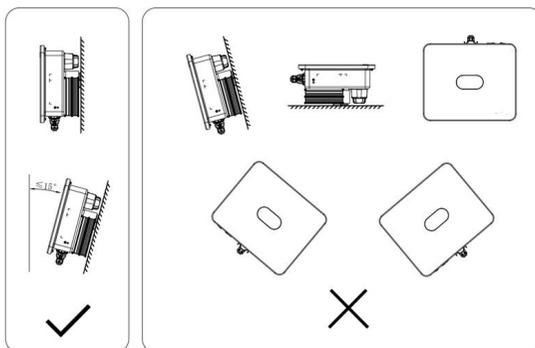

Fig. 4.6 Posizione di installazione dell'inverter
(4) La superficie di montaggio deve essere verticale (vedere Fig. 4.6). Installare l'inverter verticalmente o con un'inclinazione verso il retro di  $\leq 15^\circ$  per facilitare la dissipazione del calore. Non sono permesse le installazioni inclinate in avanti, sottosopra, con un'inclinazione verso il retro di  $>15^\circ$  o inclinate su un lato.